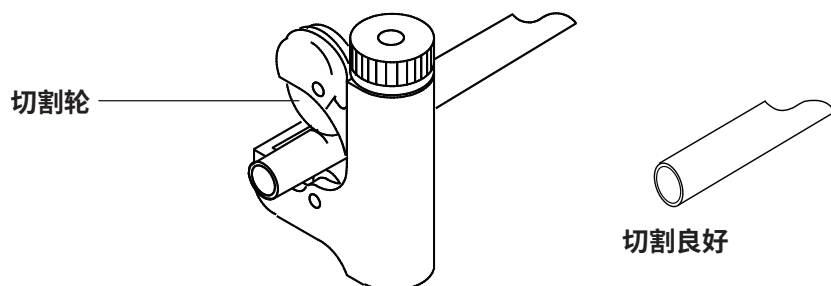

图 8. 典型的管线切割器
- 2 使用管线切割器将管线切割到一定的长度。请参见图 8。